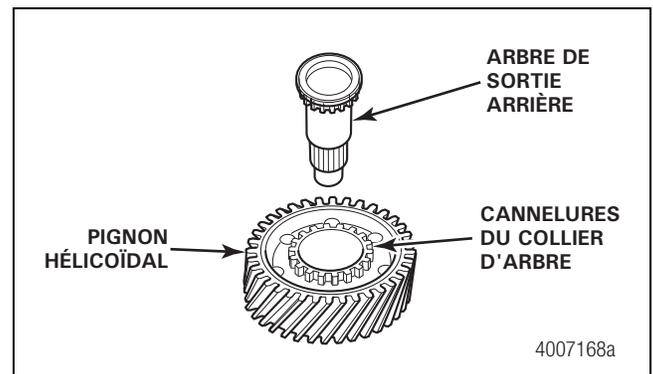

Figure 6.10
2. Aligner les cannelures internes du pignon hélicoïdal de gamme haute sur celles de l'arbre, puis installer le pignon sur l'arbre. S'assurer que les cannelures du collier d'arbre soient orientées vers le HAUT. Figure 6.10.